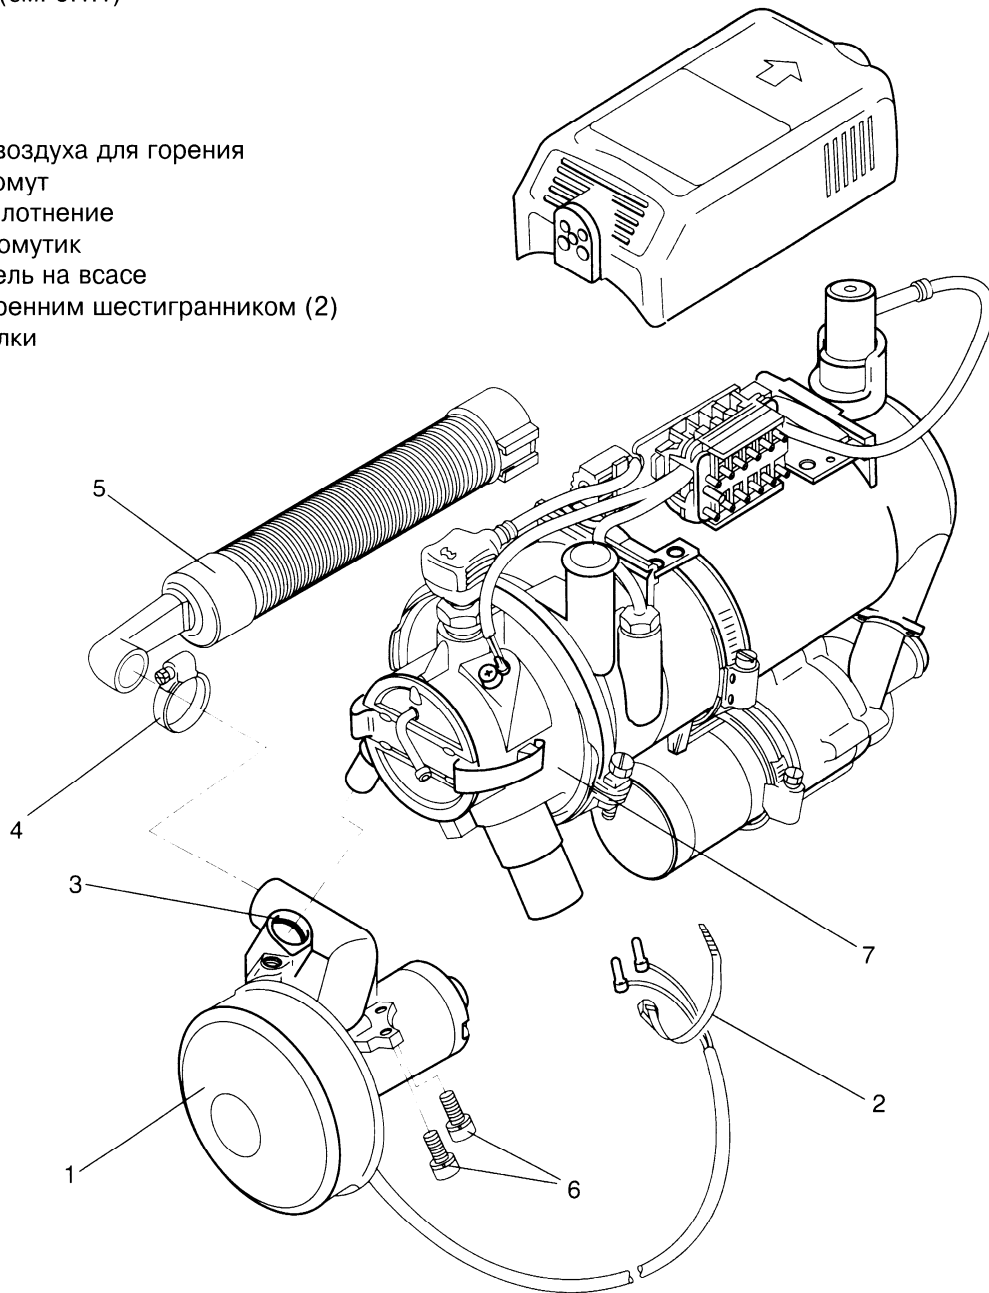

рис. 904 Замена нагнетателя воздуха для горелки
3. Развинтить шланговый хомутик (4, рис. 904) на шумоглушителе на всасе (5)
4. Отвинтить винты с внутренним шестигранником (6)
5. Вытащить нагнетатель воздуха для горения (1) из шумоглушителя на всасе (5) и головки горелки (7)
1. Привести нагнетатель воздуха для горения (1, рис. 904) в положение для сборки и вдвинуть в шумоглушитель на всасе (5) и головку горелки (7)
3. Затянуть шланговый хомутик (4) на шумоглушителе на всасе (5)
5. Зафиксировать кабель при помощи хомута (2)